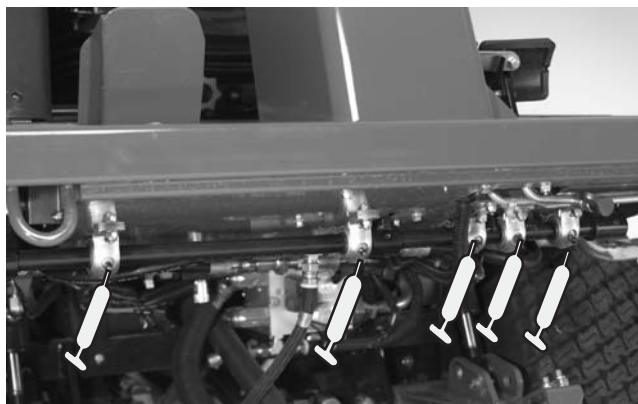

Figure 31
- Paliers d'axes de pivots de freins (5) (Fig. 31)